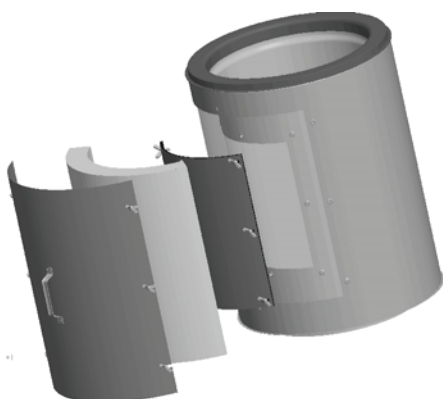

Figure 75
4. Dévisser les 8 vis papillons et les placer dans un endroit sécuritaire. **(Voir figure 75).**
5. Retirer la porte intérieure et la placer dans un endroit sécuritaire. **(Voir figure 75).**